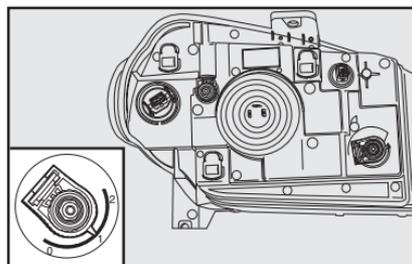

fig. 74
- 4) introduzir a extremidade da vareta **A** na abertura **B** do capô do motor **fig. 74**.
REGULAGEM DO FACHO LUMINOSO - fig. 74
Regulador no farol - fig. 74